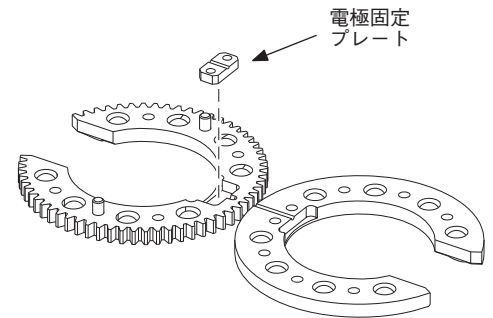

図 42：電極固定プレートを取り外す
9. 電極固定プレートを取り外し、目の細かい研磨パッドを使用してクリーニングを行います。図 42 をご参照ください。